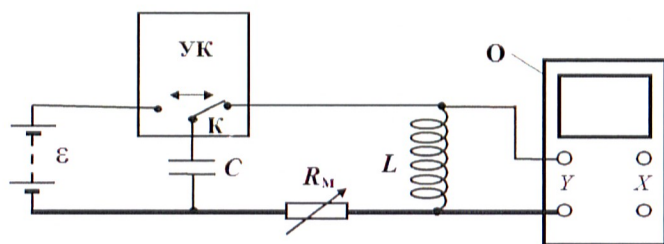

Рис. 4. Схема лабораторной установки
Схема лабораторной установки показана на рис. 4.
подаётся на вертикально отклоняющие пластины осциллографа (вход Y на рис. 4), его описание дано в прил. 1. Вертикальное смещение от нулевого
1. Собрать схему, показанную на рис. 4.